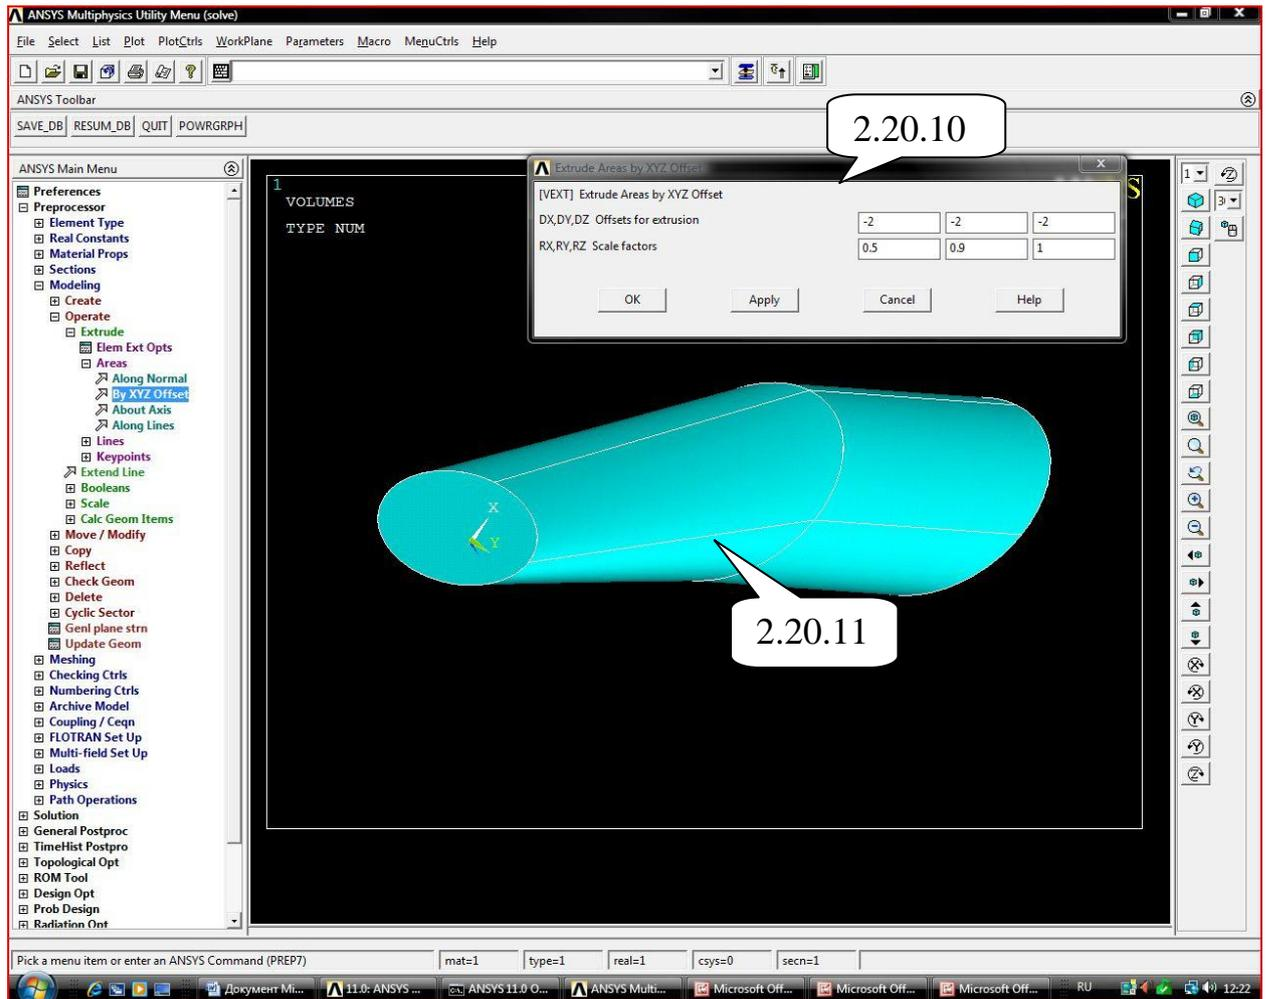

Рисунок 1.18 - Использование масштабных коэффициентов в меню выдавливания поверхности
2.20.10. Ввести величины масштабирующих (Scale) коэффициентов: $RX = 0.5$; $RY = 0.9$; $RZ = 1$ (рисунок 1.18).